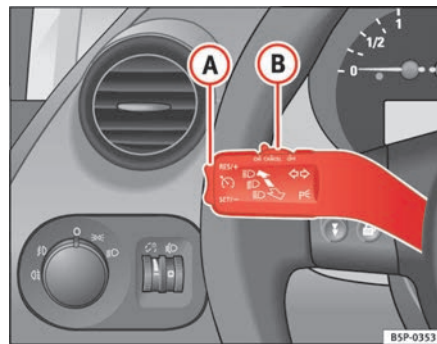

Fig. 145 Leva degli indicatori di direzione e degli abbaglianti: interruttore e tasto di comando del regolatore di velocità
- Spostare verso sinistra l'interruttore ⇒ fig. 145 **(B)**, posizionandolo su **ON**.